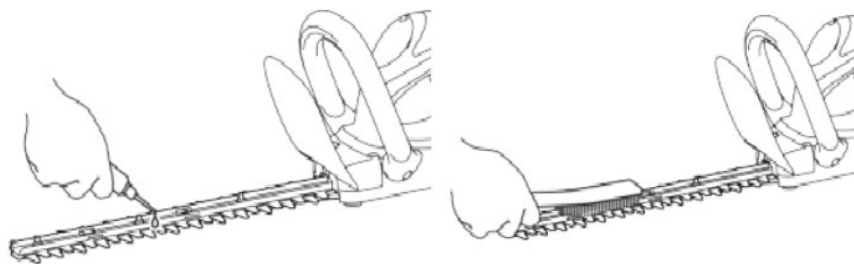

Рисунок 9. Обслуговування різального блоку.
2. Після роботи видалити залишки пагонів із обох боків різального блоку дротяною щіткою, протерти ганчіркою та вкрити ножі мінеральним мастилом (дивись рис. 9).